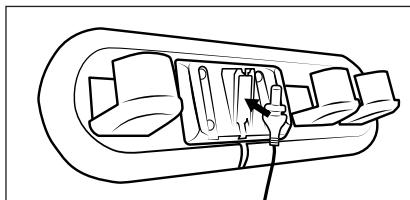

Fig. 4
- Retirez le support mural 17 du support pour accessoires 16. Insérez la fiche creuse 10 de l'adaptateur secteur 9 dans le support mural 17, comme indiqué sur la figure suivante. Tournez la fiche creuse 10 pour la fixer (voir fig. 4).